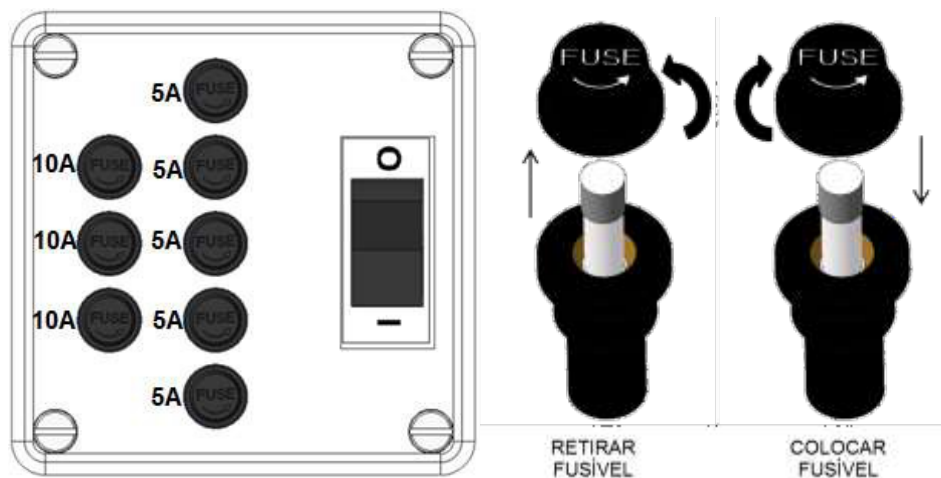

FIGURA 74 – TROCA DE FUSÍVEL
- Para ter acesso ao fusível, abra a tampa do porta fusível girando no sentido indicado pela flecha e retirar o mesmo pela borda superior. Conforme Figura 74.
- Se o fusível estiver queimado, substitua por um novo fusível e rosqueie a tampa no sentido contrario ao da seta. Conforme Figura 74.